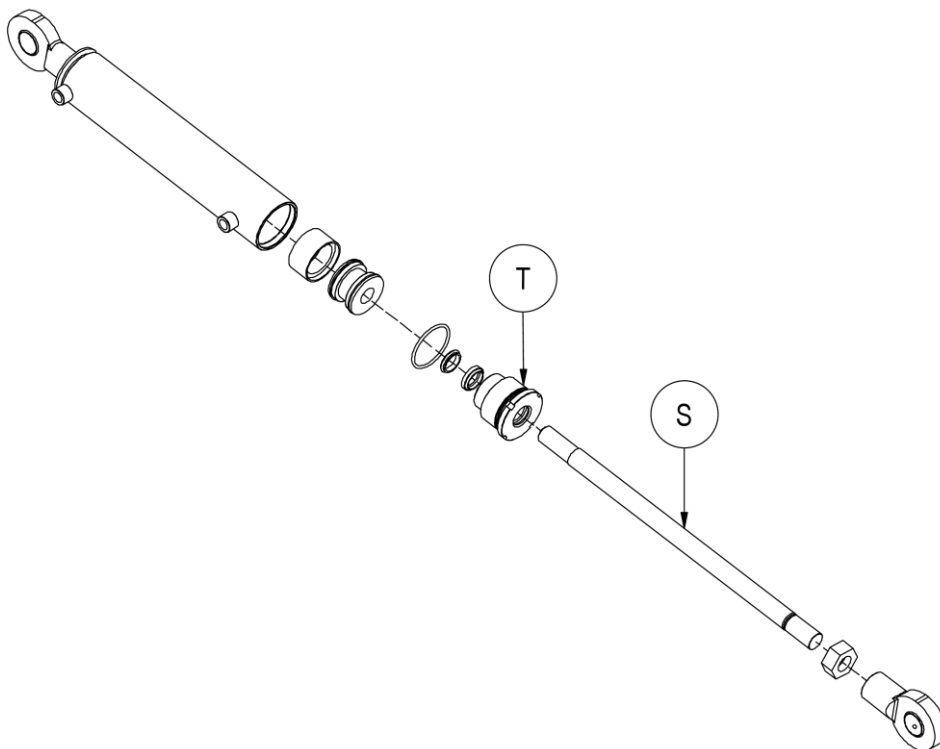

Figura 16
8. Prendere come riferimento la *Figura 16*.